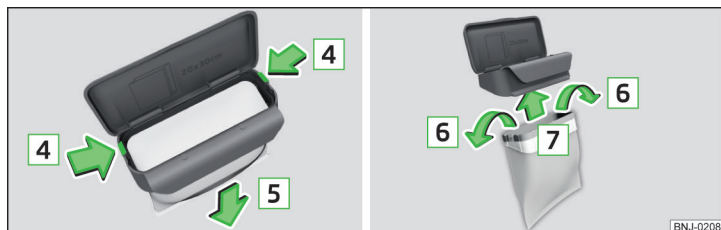

Fig. 79 Udskiftning af pose
- Tryk de to låsetapper af rammen i pilens retning **4** » Fig. 79.